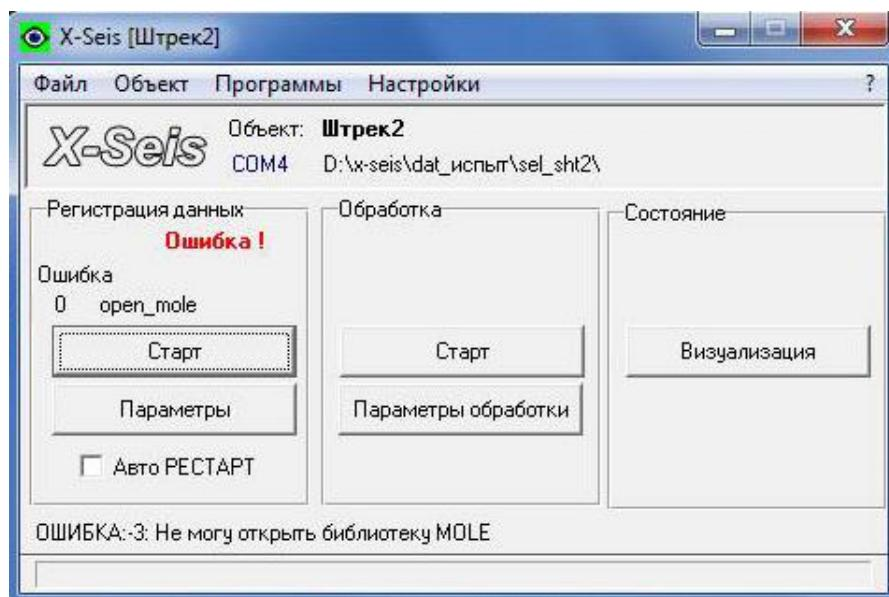

Рисунок 2.4 – Главное окно программы IGT X-Seis
- 1) запустить модуль визуализации – кнопка “Визуализация” в правой секции окна (рис. 2.4);
2) запустить процесс регистрации – кнопка “Старт” в левой секции окна (рис. 2.4);
3) запустить процесс обработки – кнопка “Старт” в центральной секции окна (рис. 2.4).